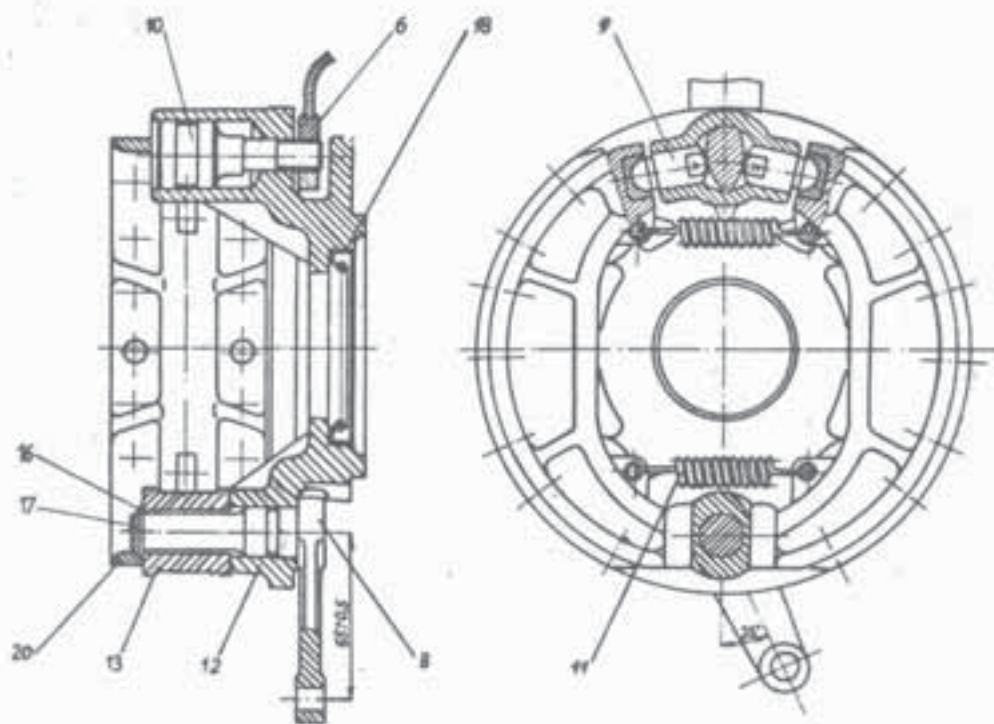

Рис. 110.
8. Собрать тормозные колодки согл.рис. 110. Чрезмерно изношенные накладки заменить.